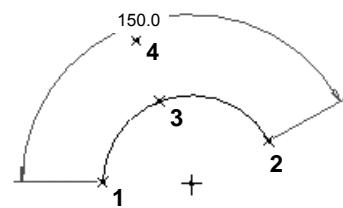

图 4.9.10 标注圆弧角度
Step2. 分别选择弧的端点1、端点2及弧上一点3；中键单击位置4以放置尺寸，如图4.9.10所示。